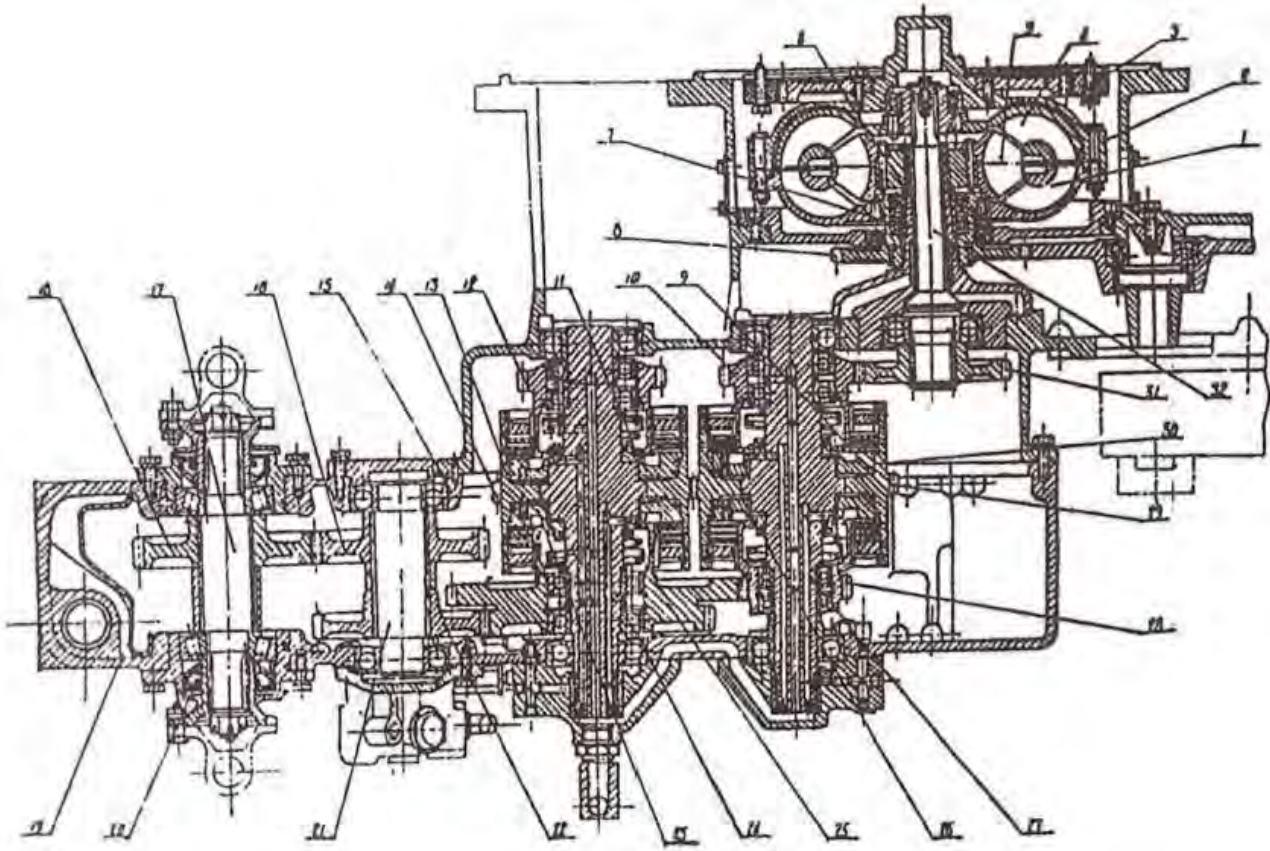

Figura 2-11 Convertidor de par- e-Transmisión
1.- Breve descripción de la estructura (véase la figura 2-11)
2.- Proceso de trabajo (véase la figura 2-11)